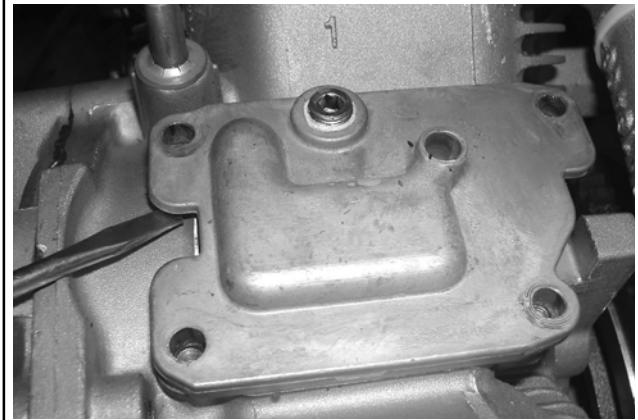

Figura 9-29. Rottura della tenuta del coperchio dello sfiato.
4. Fare leva sotto il bordo sporgente del coperchio dello sfiato con un cacciavite per rompere la tenuta (vecchi motori con sigillante RTV). Vedere Figura 9-29. Non fare leva sulle superfici di tenuta, altrimenti si possono verificare danni e perdite. I nuovi motori sono dotati di una guarnizione sotto il coperchio dello sfiato più facile da rimuovere.